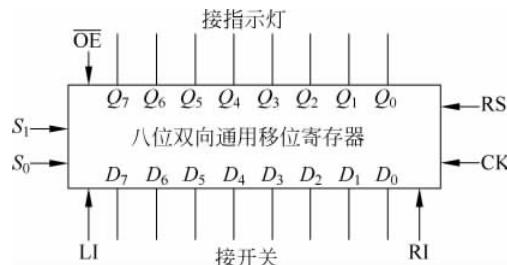

图 5.5.1 八位双向通用移位寄存器电路示意图
- (1) 用 GAL 实现一个八位双向通用移位寄存器。
- (2) 按图 5.5.1 进行设计,绘出逻辑图和引脚分配图。